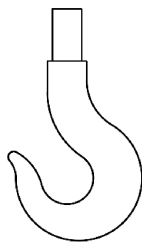

图 5-84 吊钩
绘制如图 5-84 所示的吊钩。
(10) 单击“默认”选项卡“修改”面板中的“删除”按钮 ，删除多余线段，最终绘制结果如图 5-84 所示。